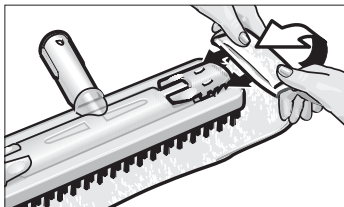

Fig. 3: Colocación del paño en la boquilla
- Fije el paño de limpieza (G3) a la boquilla barredora de suelos (G1). Pliegue el paño a lo largo y coloque la boquilla barredora de suelos encima. Sujete el paño a la boquilla, enganchando los extremos que sobresalen debajo de las pinzas de sujeción (G2) (véase la fig.3).